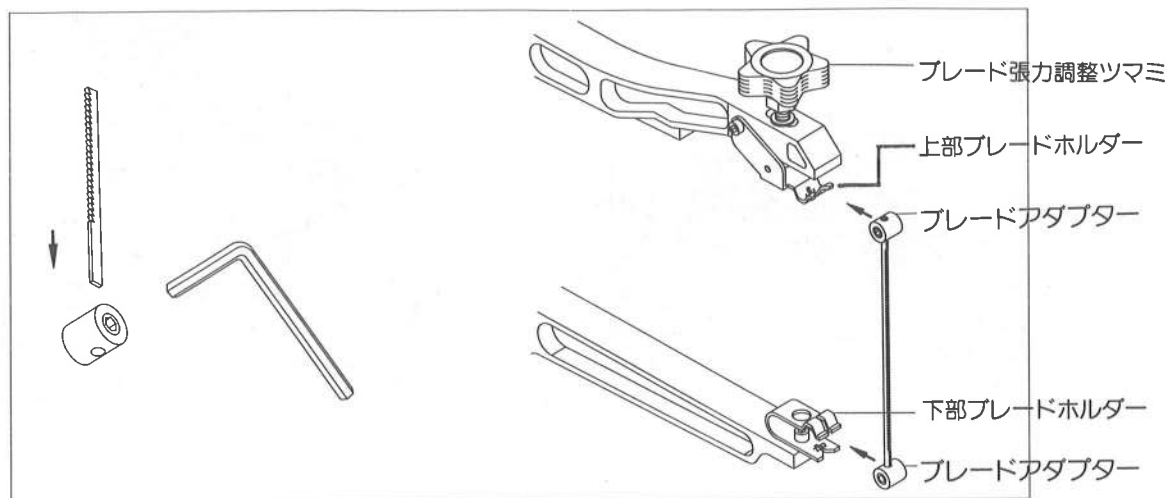

図7
■市販のブレード（ピンなし）の取付方法（図7参照）
- ①ブレードアダプターが部品袋の中に入っています。
- ②アダプターの左右についているうめ込みネジを六角レンチ（2.5mm）でゆるめて、ブレードを差し込み締めつけて下さい（上、下同じ）。
- ③ブレード張力調整ツマミをゆるめ、下部アダプター取付溝にアダプターを引掛けてから上部のアダプターを引掛けて下さい。
- ④ブレード張力調整ツマミを回して張力を調整して下さい。